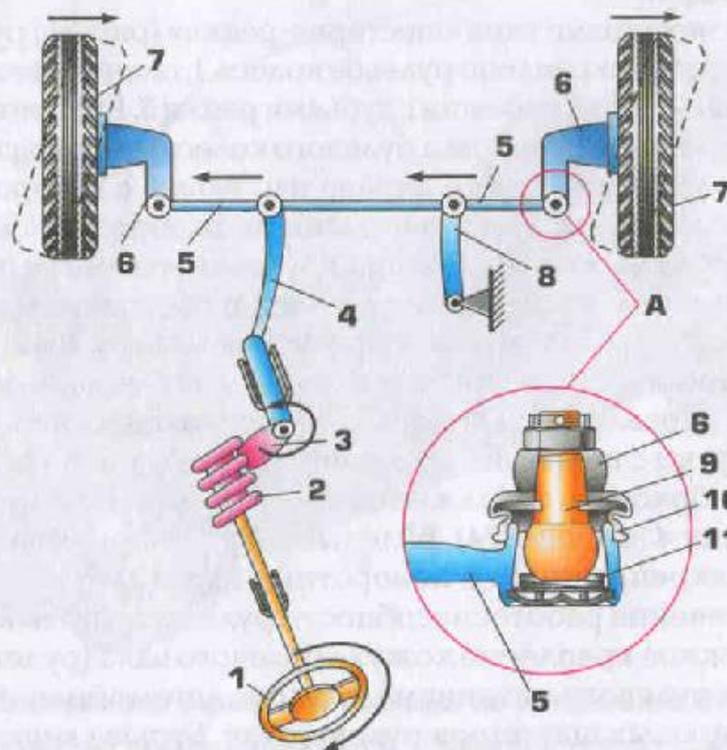

Рис. 34. Рулевое управление с механизмом червячного типа:
В рулевом механизме червячного типа (рис. 34) ведущая шестерня (червяк 2) напрессована на конец рулевого вала, на другом кон-
**Рулевой привод** предназначен для передачи усилия от рулевого механизма к управляемым колесам, обеспечивая их поворот на неодинаковые углы с целью обеспечения единого центра поворота автомобиля без бокового скольжения колес. Рулевой привод включает в себя сошку 4 (см. рис. 34), рулевые тяги 5, шаровые шарниры А и рычаги б, закрепленные на поворотных кулаках.